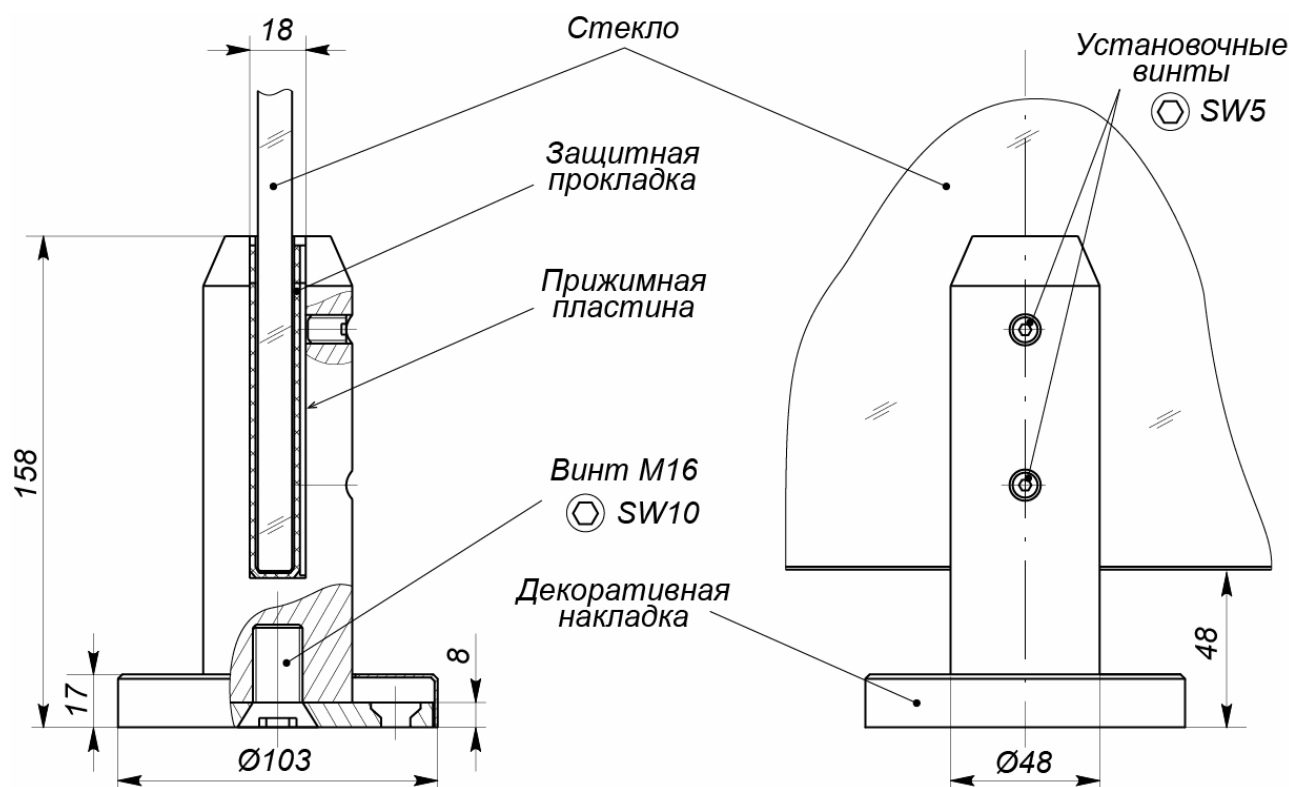

Рисунок 1. Внешний вид и размеры мини-стойки **PERCo-BH06 2-00**
Мини-стойка представляет собой цилиндрическую стойку с пазом для стекла, закрепленную с помощью винта M16 на фланце. Фланец крепится на установочной поверхности при помощи 4 анкерных винтов M8 и сверху закрывается декоративной накладкой. Стекло ограждения фиксируется в пазах стойки при помощи прижимной пластины и двух установочных винтов M10 (см. рис. 1).
7. Выкрутите на несколько оборотов из корпуса стоек установочные винты (инбусовым ключом SW5). Вставьте в паз со стороны винтов прижимную пластину, а между ней и противоположной стороной паза – вдвое сложенную защитную резиновую прокладку (см. рис. 1).